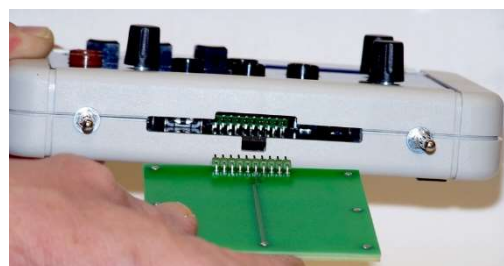

Fig. 5: Inserimento del circuito stampato
- Spingere il circuito stampato nell'apparecchio di base fino a innestare gli spinotti di contatto nel jack multiplo. Accertarsi che il circuito stampato sia orientato correttamente (v. Fig. 5).